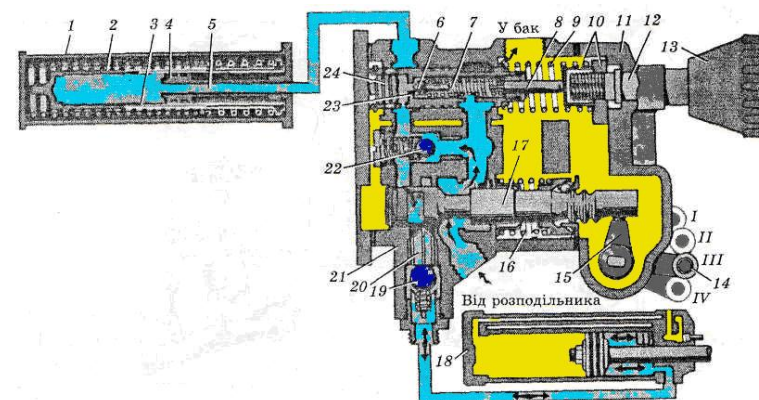

Рис. 9
8. Ознайомтеся з будовою гідрозбільшувача зчіпної ваги (ГЗВ) трактора МТЗ-80 (рис. 9):